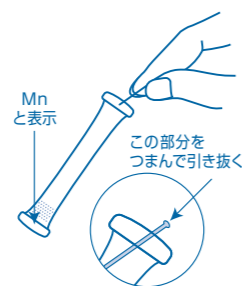

図2
②ラミネートを開け、チューブ先端のラインを引き抜きます。(図2)